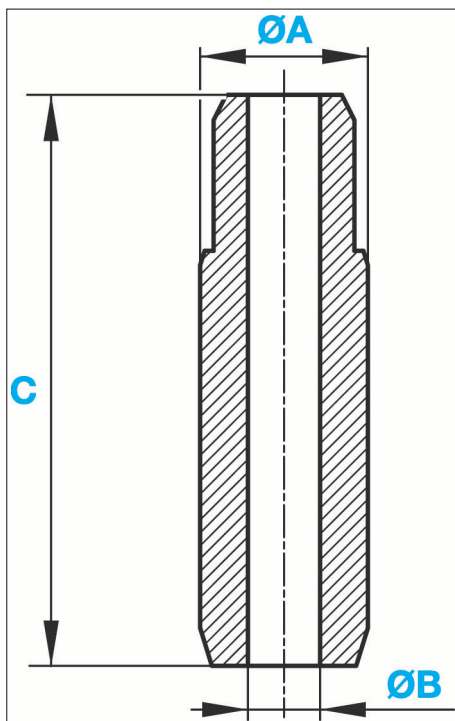

FIG. 3
Diamètre extérieur (A) (mm) (Fig.3) :